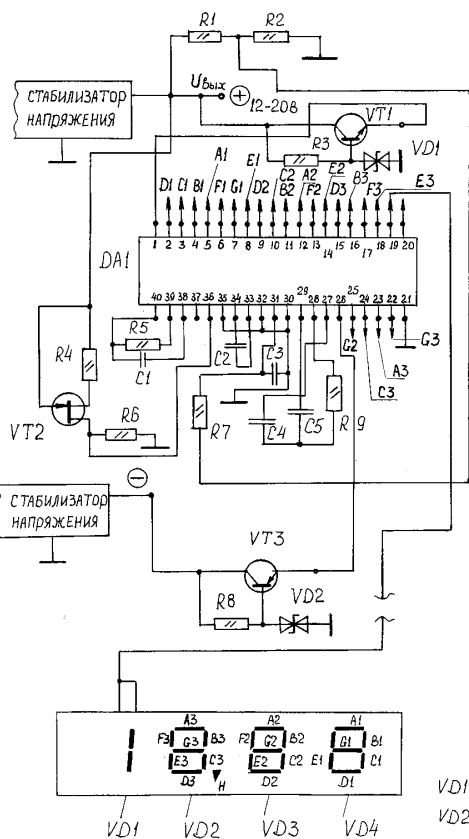

Рис. 1
- Это разумно! - заметил Сан-Саныч. - А посему, о юные мои друзья, перейдем от моментов критического осмысления действительности к конструктивному взгляду на Природу. На **рис. 1** я избоб-